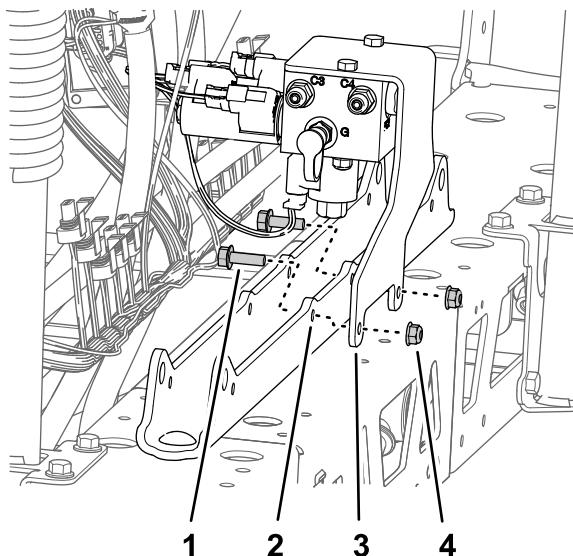

图96
- 将喷洒臂段提升歧管支撑托架中的孔与油缸安装座中的孔对齐图96。
- 使用在从中间喷洒段上卸下喷洒段提升歧管\(页码20\)的步骤1中卸下的2个凸缘头螺栓 $5/16 \times 1$ 英寸和2个凸缘锁紧螺母 $5/16 \times 1$ 英寸将支撑托架安装到油缸安装座上图96。